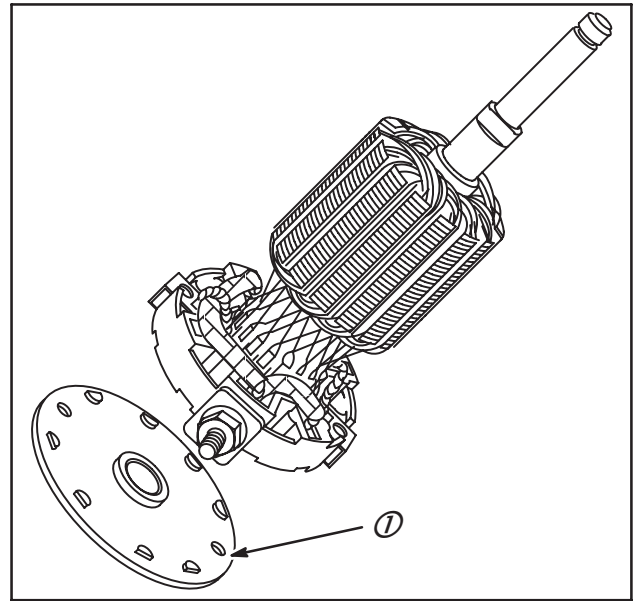

Fig. 69
5. Tout en maintenant le porte-balais et le rotor, déposer le palier arrière (1) du rotor, Fig. 69.